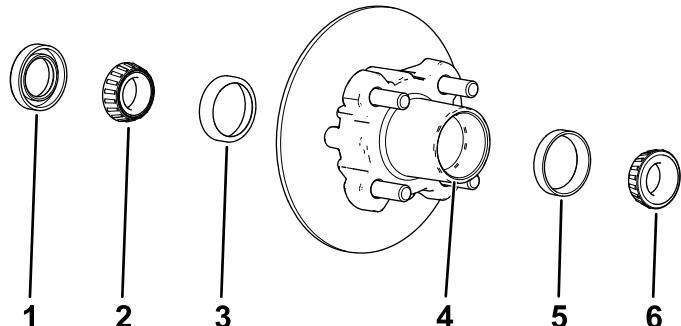

図 41
1. ハブから外側のベアリングとベアリングレースを取り図 41。
2. ハブから、シール、内側のベアリングを外す図 41。
5. ハブについているグリス、ごみなどをきれいに取り除く図 41。
7. キャビティの50-80 %程度にグリスを詰める図 41。
8. ハブの内側に内側ベアリングを取り付け、シールをはめる図 41。